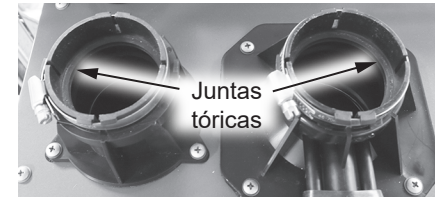

Figura 210 - Ubicaciones de las juntas tóricas
- 7 Retire y deseche adecuadamente las juntas tóricas antiguas. Consulte la Figura 210.